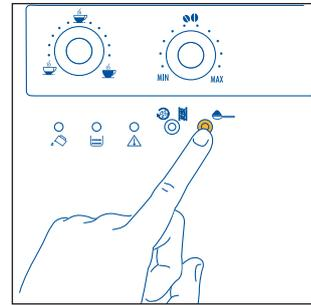

Fig. 18
1. Presione el botón ☞ para seleccionar la función café molido (fig. 18). El piloto del botón se enciende para indicar que la función ha sido seleccionada y se ha desactivado el molinillo.